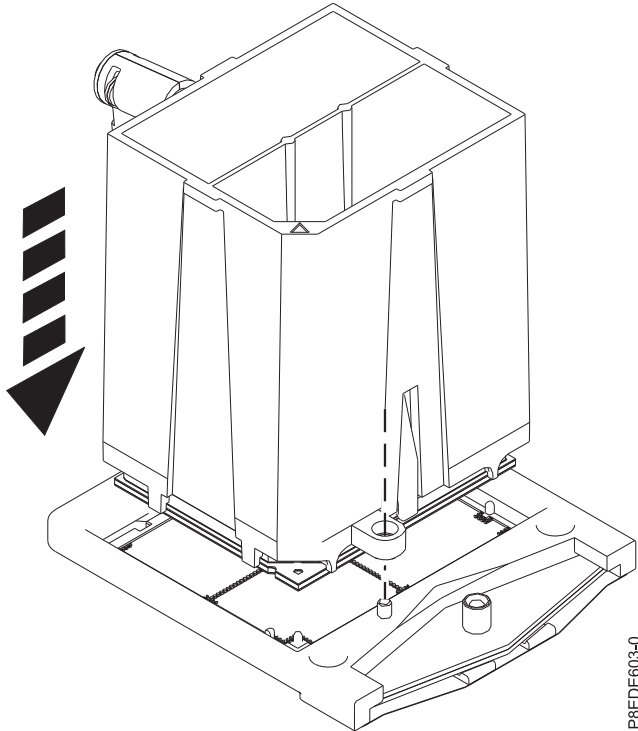

Figure 16. Abaissement du module processeur système sur le support
7. Abaissez l'outil et le module processeur système sur le support. Vérifiez bien que les broches de guidage s'insèrent dans les trous d'alignement de chaque côté de l'outil, comme illustré dans la figure 16, à la page 18.